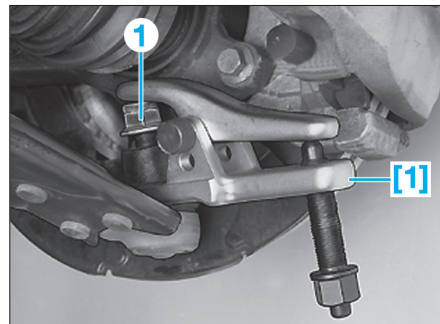

FIG. 4
- Déposer l'écrou de la rotule de pivot (1) (Fig.4).